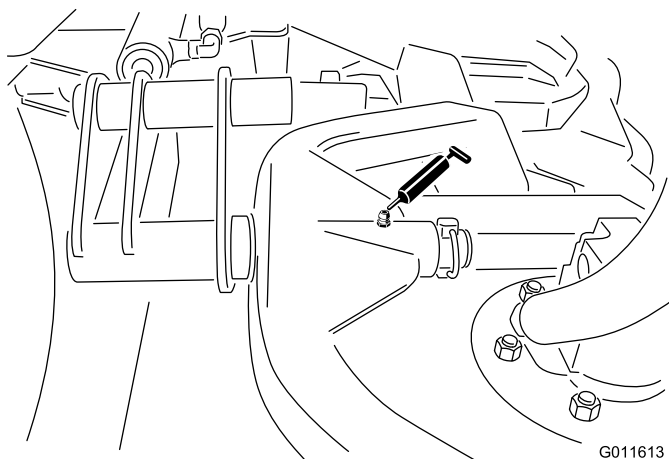

図 32
- ・ カuttingユニットのキャリア・フレームのピボット (各1) (図 32)